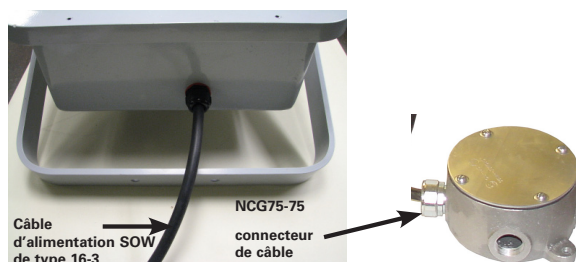

Figure 5 – Support mural avec boîte à prises
3. Installer un bout d'un câble d'alimentation SOW de type 16-3 (ou tout autre fil électrique flexible très robuste) dans la boîte à prises GRFX à l'aide d'un connecteur NCG75-75 de série Crouse-Hinds. Voir la figure 5. La longueur obligatoire du cordon est suffisante pour permettre d'ajuster l'angle d'inclinaison du réflecteur.